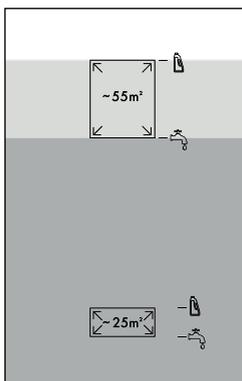

Fig. 9
- ◆ Para limpiar superficies grandes  (hasta 55 m²), llene con agua corriente o agua destilada hasta la tercera marca de llenado  el depósito de agua limpia ① (consulte la fig. 9).
- ◆ Para limpiar superficies grandes  (hasta 55 m²), llene con un producto de limpieza hasta la cuarta marca de llenado  el depósito de agua limpia ① (consulte la fig. 9).